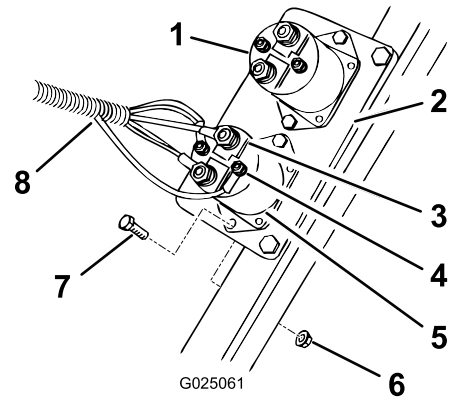

図 7
- 既存のプレートに、ソレノイドを取り付ける；ボルト（#10 x 3/4 インチ）2本とナット（#10）2個を使って 図 7 のように取り付ける。